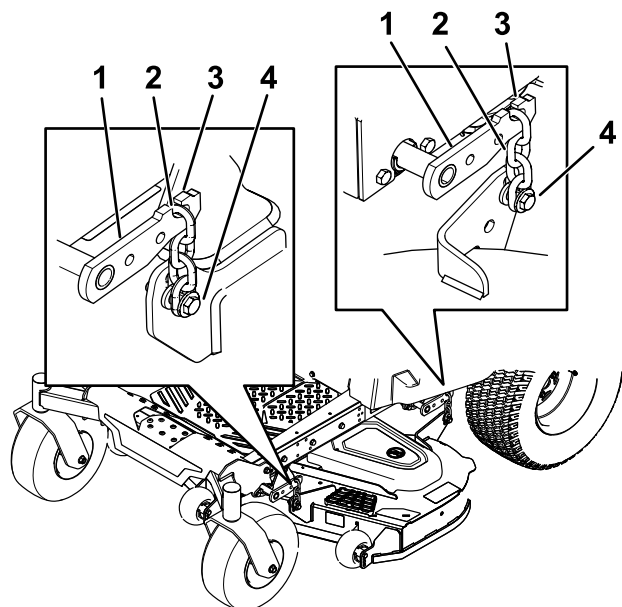

Figura 63
5. Afloje los pernos de ajuste en las cuatro esquinas, hasta que la carcasa quede bien asentada sobre los cuatro bloques (Figura 63).
6. Asegúrese de que las cuatro cadenas están tensadas (Figura 63).
7. Apriete los cuatro pernos de ajuste (Figura 63).